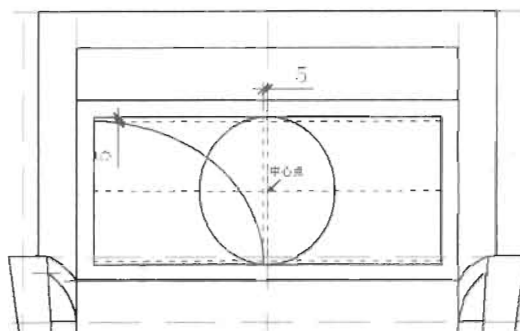

图 6-82
(5) 单击“绘图”工具栏中的“椭圆”按钮, 以矩形内的十字形辅助线中点为椭圆中心绘制一个如图 6-82 所示的椭圆, 命令执行过程如下。